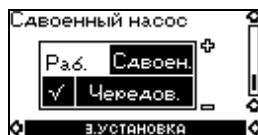

Рис. 5 Дисплей, сдвоенный насос
Этот экран (рис. 5) доступен только в случае, когда пульт R100 направлен на главный насос (1). В этом экране можно выбрать рабочий режим сдвоенного насоса.